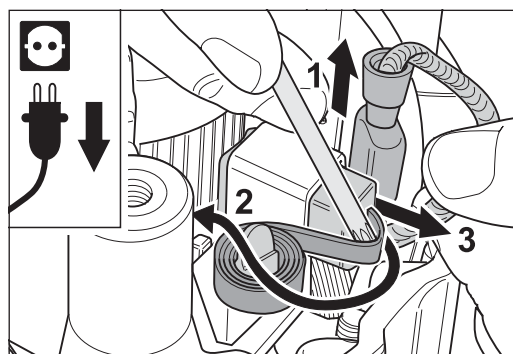

Fig. 42 Tirar del enchufe de conexión (1), hacer girar el estribo de latón hacia atrás (2) y sacar la escobilla de carbón (3).
- 3 Tire del enchufe de conexión **de una** escobilla de carbón del portaescobillas (Fig. 42).
- 4 Haga girar la brida de sujeción de latón con ayuda de la llave múltiple hacia atrás y saque la escobilla de carbón utilizada (Fig. 42).